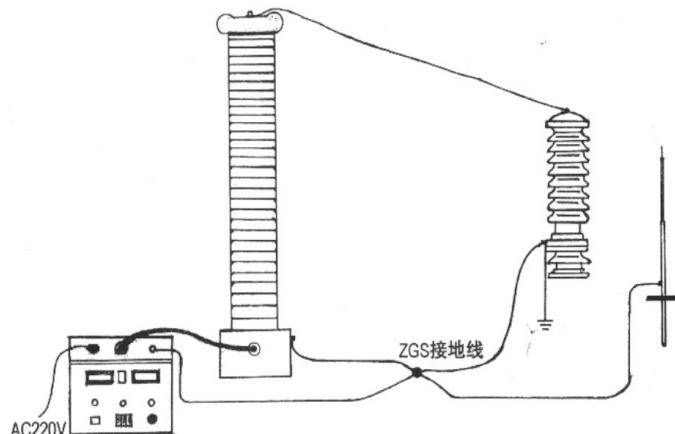

图 4 试验回路接地线示意图
- 试验前请检查试验器控制箱、倍压筒和试品的接地线是否接好。试验回路接地线应按本说明书（图4）所示一点接地。
地线。保护接地线与工作接地线以及放电棒的接地线均单独接到试品的地线上(即一点接地)。严禁各接地线相互串联。为此，应使用专用接地线。(见图 4)上。
3、接线图见图 4 试验回路接地线示意图